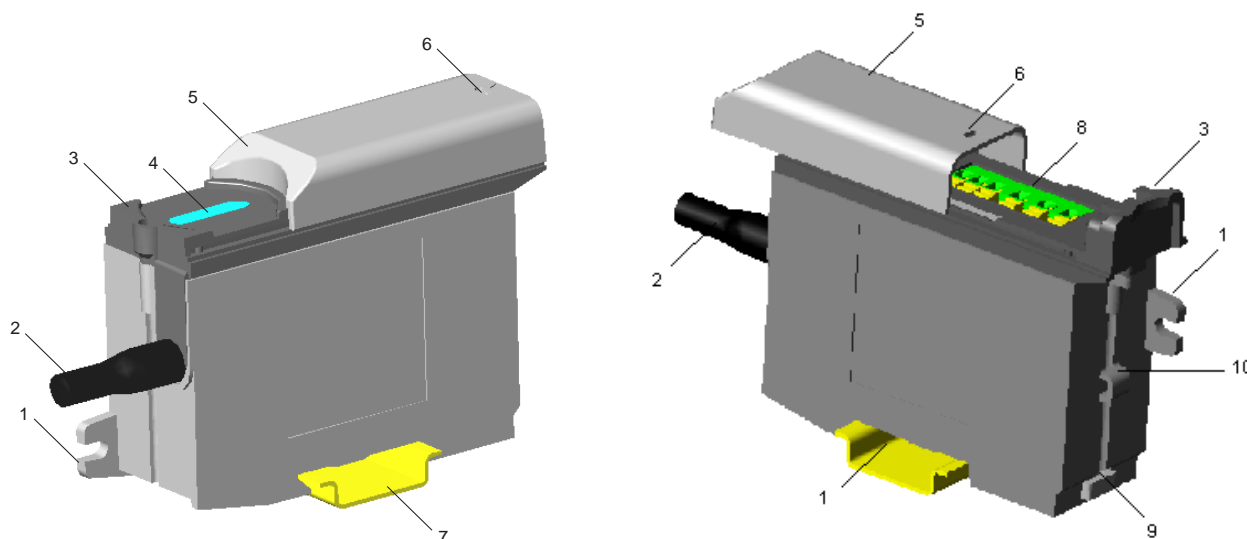

Рис.5.1 Чертёж общего вида модуля АИУ
Модули АИУ размещаются в корпусе, представляющем собой прямоугольную пластмассовую коробку (рис. 5.1) с крышкой (3).
Корпус имеет петли крепления (1, см. также рис. 5.1), позволяющие установить прибор на плоскую поверхность. Предусмотрена также установка модуля АИУ на дин-рельс (7) размером 35×7.5 мм с толщиной стенки 1 мм. Для установки и фиксации прибора на дин-рельсе используется пружинная защёлка (9).
Конструкция модуля AIU предусматривает следующие варианты его установки (рис.5.1):
После подключения модуля АИУ на объекте и подачи на него питания должен загореться сигнальный светодиод (4), расположенный на корпусе модуля (рис. 5.1). (В модуле АИУ F такой светодиод отсутствует).